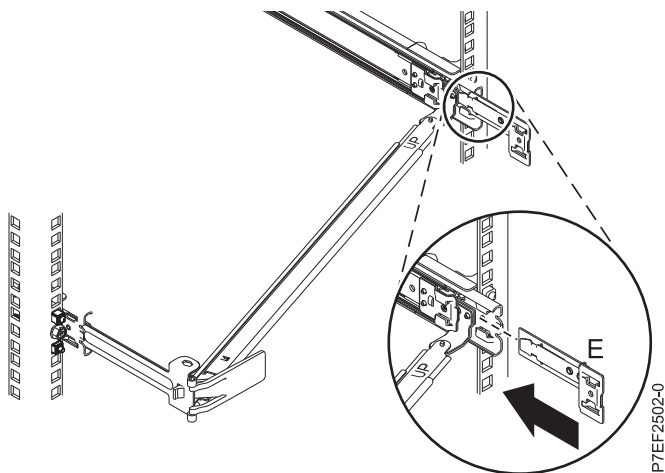

Figura 13. Colocación de la pieza de extensión en el riel deslizante
- Deslice la abrazadera de extensión (E) en el riel deslizante derecho hasta que la patilla accionada por resorte quede encajada en su sitio. Para obtener más de talles, consulte Figura 13.